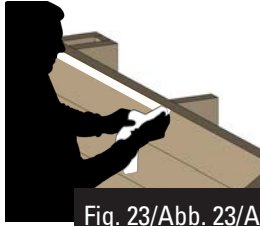

Fig. 23/Abb. 23/Afb. 23
- Kleben Sie das doppelseitige Klebeband, Paneel nach Paneel, auf, indem Sie es am oberen Teil der oberen Bretter ausrichten (Abb. 23). Wenn das Holz ein wenig feucht oder staubig ist, können Sie es mit Sandpapier glätten, um das Anhaften zu erleichtern.